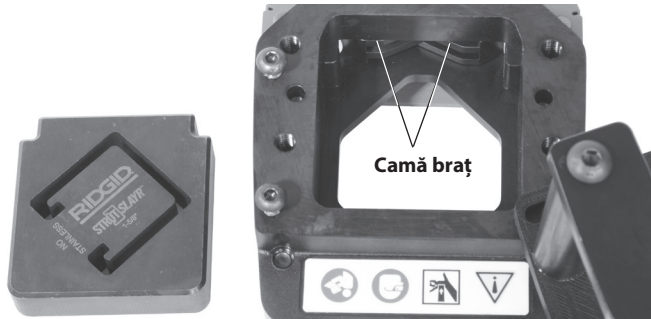

Figura 4 – Lubrifierea capului foarfecii de bare
3. Aplicați un strat subțire de vaselină de uz universal pe toate fețele matriței mobile. Aplicați abundent vaselină pe camele brațului. (Figura 4)